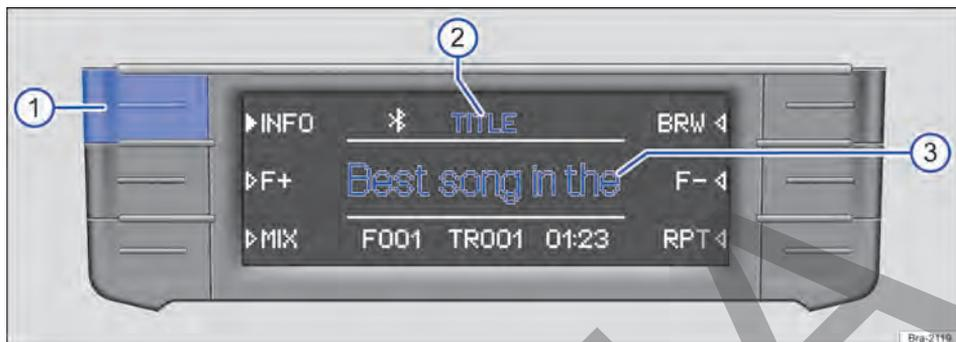

Fig. 136 Ejemplo de visualización en el modo Media: información de las pistas de un CD de MP3 que se está reproduciendo.
En los CD de audio sin texto de CD solo se muestra en la línea central del display → fig. 136 ③, TRACK y el número de la pista, según el orden de la unidad de almacenamiento de datos.
En el centro de la línea superior del display se muestra el tipo de información de la pista seleccionada, por ejemplo, TITLE → fig. 136 ②.
- Pulse brevemente la tecla de función **INFO** → fig. 136 ① para cambiar el tipo de información que se muestra de la pista.
Indicación → fig. 136 ②	Información de la pista → fig. 136 ③
Indicación → fig. 136 ② Información de la pista → fig. 136 ③